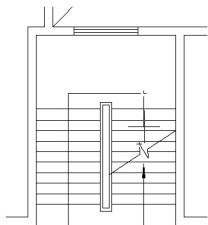

图 2.133 确定第三段箭头杆的长度
(5) 在指定下一个点或【圆弧(A)/半宽(H)/长度(L)/放弃(U)/宽度(W)]:提示下,关闭【对象捕捉】功能,将光标垂直向下拖至如图 2.133 所示的位置,同时单击,确定第三